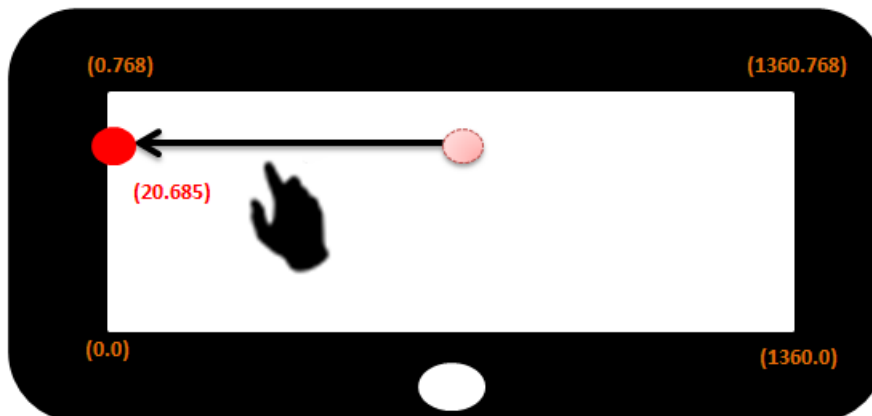

Figure 5-20: 從觸控屏內向水平起始通道邊緣畫線偏差示意圖
- ◆ 下圖 Figure 5-20 示意從觸控屏內向水平起始通道邊緣劃線偏差圖。範例中邊框報點座標並未達到水平邊緣點，需要微調 INTERPOLATION_X_FIRST_SCALE，使座標報點可到達邊緣。